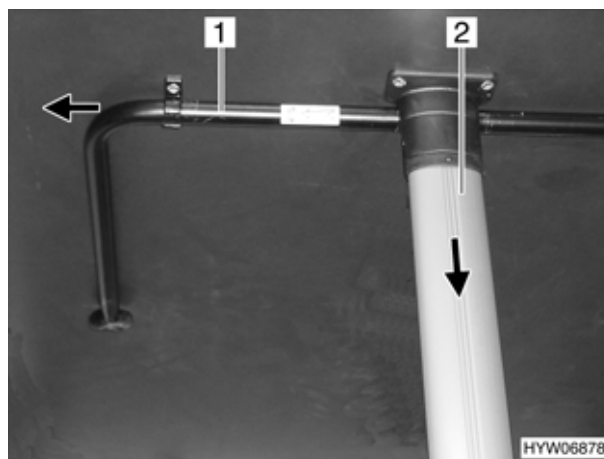

Fig. 64 Tavolo sospeso (variante 2)
- Spingere il puntello (Fig. 64,1) nella direzione indicata dalla freccia e ribaltarlo.
- Tirare il piede del tavolo (Fig. 64,2) nella direzione indicata dalla freccia e ripiegarlo.